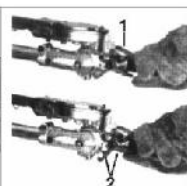

Fig.HT6
2. Presione el desenganche del seguro con el dedo índice de la mano izquierda. Presione el bloqueo del seguro con el pulgar. Véase la Fig.HT6